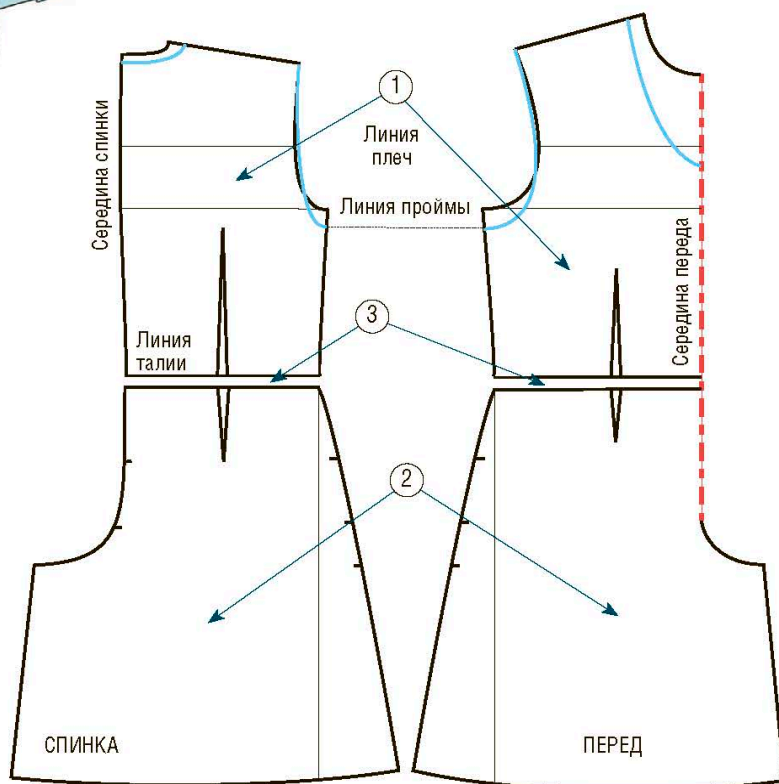

Рис. 1
① Постройте лиф до талии по стандартным или индивидуальным меркам (см. с. 36). Сделайте все необходимые изменения, чтобы получить выкройку делаемой модели верха в зависимости от телосложения: прибавки (с. 47), размер и расположение вытачек на талии (с. 41), форма проймы (с. 52–53). С моделируйте лиф по указаниям, данным в первой главе этого тома, в зависимости от телосложения модели (большая грудь, выпирающий живот, сутулая спина и т.п.). В представленном примере преобразования обозначены голубыми линиями на рис. 1.